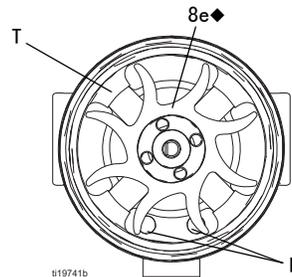

图 39. 风扇方向
5. 必要时旋转风扇（8e），这样风扇叶片能够清洁外壳（8d）的四个轴承凸舌（T）。见图 39。
7. 将线圈组件 (8a) 固定在工作台上, 使风扇端朝上。使用宽边螺丝刀撬开转轴 (S) 上的风扇 (8e)。
10. 将新的底部轴承 (8b1) 安装在转轴 (S) 的较长端。轴承的较平侧面必须背向磁铁 (M)。装入线圈 (8a), 使轴承叶片与线圈表面齐平。
12. 将线圈组件 (8a) 固定在工作台上, 使风扇端朝上。将风扇 (8e) 按压在转轴 (S) 的较长端上。扇叶的方向必须与图 39 保持一致。
13. 小心将线圈组件 (8a) 按压至外壳 (8d) 前部, 同时将线圈的针脚与外壳槽位对齐。3 线连接器 (PC) 必须位于外壳止动舌上较宽凹槽 (W) 的下方。
14. 旋转风扇 (8e), 使扇叶清洁外壳背部的四个轴承止动舌 (T)。确保底部轴承 (8b1) 的叶片与止动舌对准。